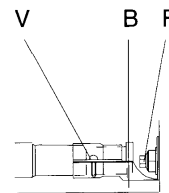

Fig. 10
- Desserrer la vis (V) (Fig. 10) afin de faire coulisser la bague (B) et ainsi accéder à l'injecteur F (Fig. 10).
- Enlever l'injecteur F (Fig. 10) et le remplacer par celui adapté au nouveau type de gaz (Voir tableau des injecteur (tab. 1)).
- Desserrer la vis (V) (Fig. 10) afin de faire coulisser la bague d'air (B) (Fig. 10).
- Serrer la vis (V) (Fig. 10) lorsque le réglage correct est atteint.